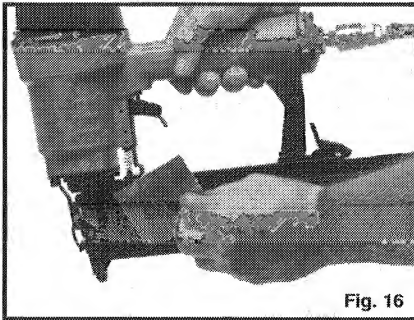

Fig. 16
3. Meta la tira de sujetadores aprobados, vea la Fig. 16. Ponga los sujetadores con las puntas hacia abajo y en contacto con el fondo de la recámara.